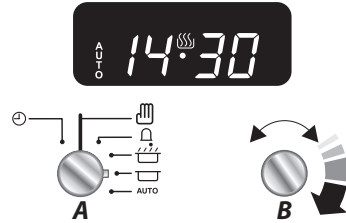

Abb.2.7
3. Richten Sie den Timer-Knopf (A) auf Auto (H). Das Display zeigt nun die aktuelle Uhrzeit, das Kochsymbol und die 'AUTO'-Anzeige an (**Abb.2.7**).